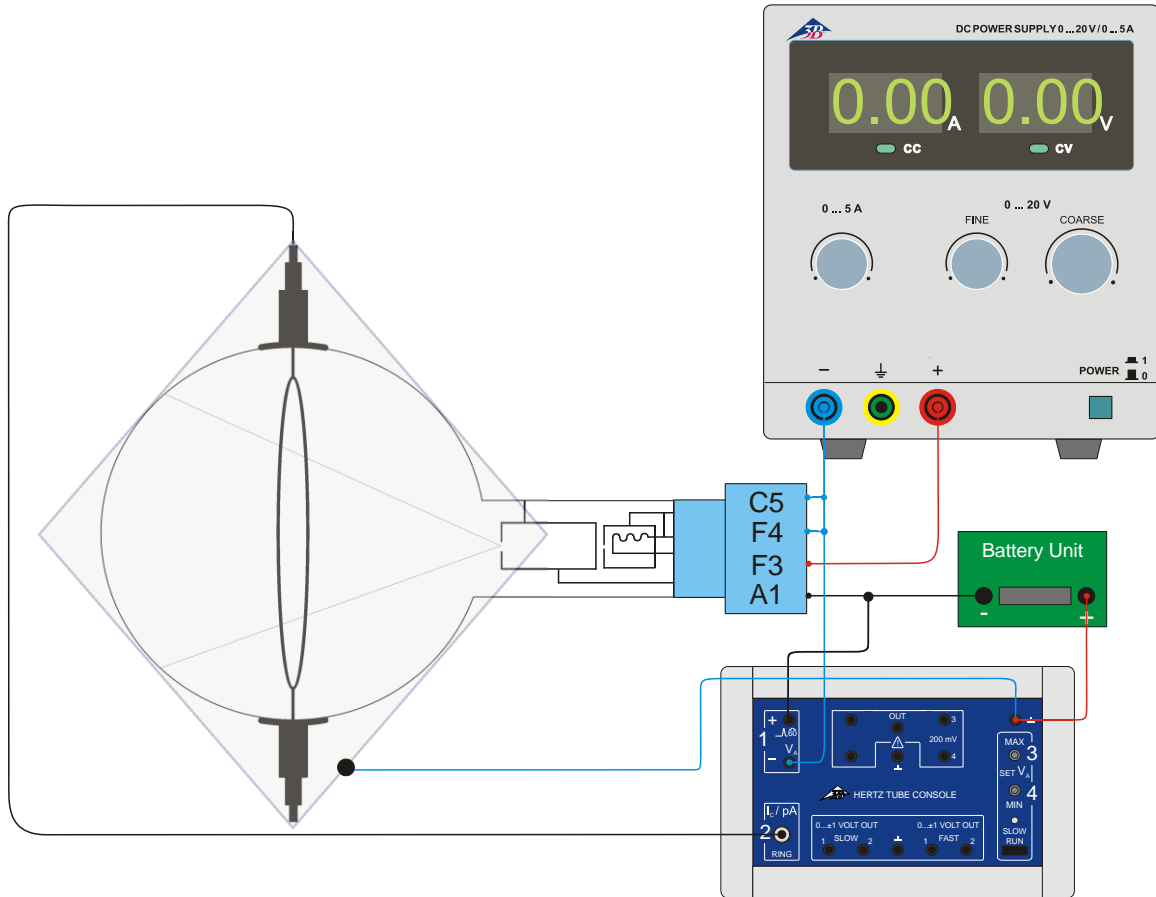

Fig. 1 Montaje experimental con la unidad de control para tubos de potenciales críticos
- Los casquillos F3 del soporte del tubo se conectan con el polo positivo de la salida de la fuente de alimentación CC y F4 con el polo negativo. (ver Fig. 1)